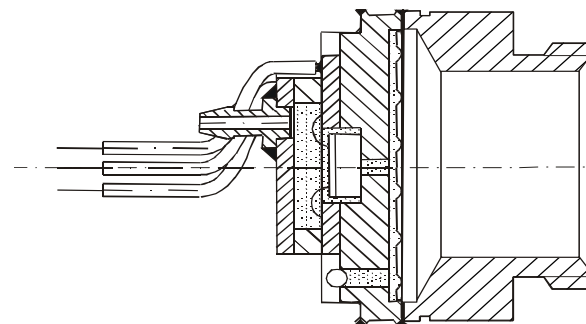

Рисунок 1 - Устройство измерительного модуля
4.4 Первичным измерительным преобразователем является пьезорезистивная монолитная кремниевая структура (пластина монокристаллического кремния с диффундированными пьезорезисторами, соединёнными по мостовой схеме), отделённый от среды измерения разделительной мембраной и заполненный специальной жидкостью. Конструкция пьезомодуля гарантирует устойчивость измерительного преобразователя от ударных воздействий измеряемым давлением и от перегрузки по давлению (см. рисунок 1).